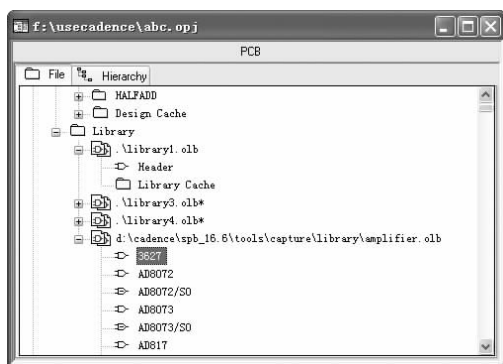

图 2-7 元件编辑对话框
- 3) 双击库文件夹下的元件，弹出如图 2-7 所示的元件编辑对话框。